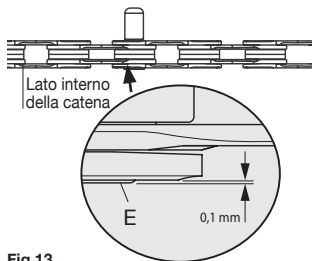

Fig.13
Onde evitare di rovinare irrimediabilmente la catena, **NON AVVITATE** l'utensile oltre la battuta. Lasciate che la bussola ULTRA-LINK **5-CN-SR700** (E) sporga di 0,1 mm dal lato interno della catena (Fig. 13).